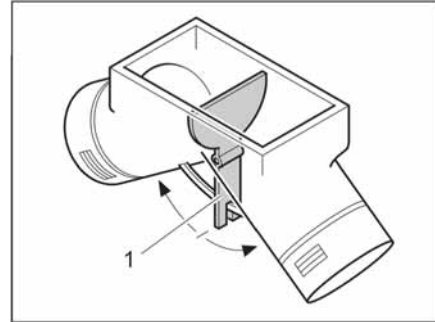

Bild 112 Cirkulationsfläkt, spjäll i mittläge
I mittläget fördelas varmluften jämnt mellan de två varmluftsöppningarna. Manöverspaken (Bild 112,1) för spjället finns under golvluckan i klädskalet.
- Skjut manöverspaken (Bild 112,1) i pilens riktning tills önskad position nås.